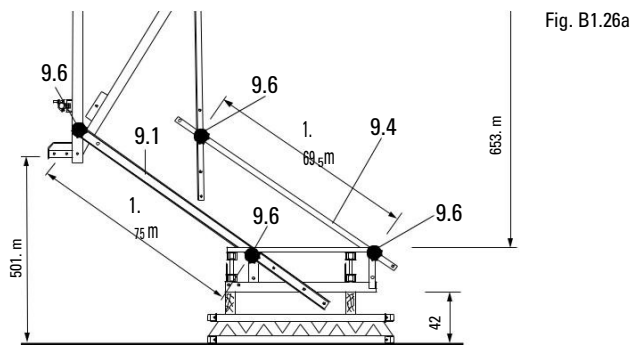

Fig. B1.26a
5. Закрепете с болт челната стойка 190 (9.4) или стойката 370 (9.5) към стойката 200 (9.3) под ъгъл (9.6). Използвайте горния или долния отвори в зависимост от височината на бетониране. (Fig. B1.26a – d) Закрепете ветровото укрепване (7), виж В1.
Маркирайте стойката CB 225 (9.1) и стойката 190 (9.4) отгоре. (Fig. B1.26a)